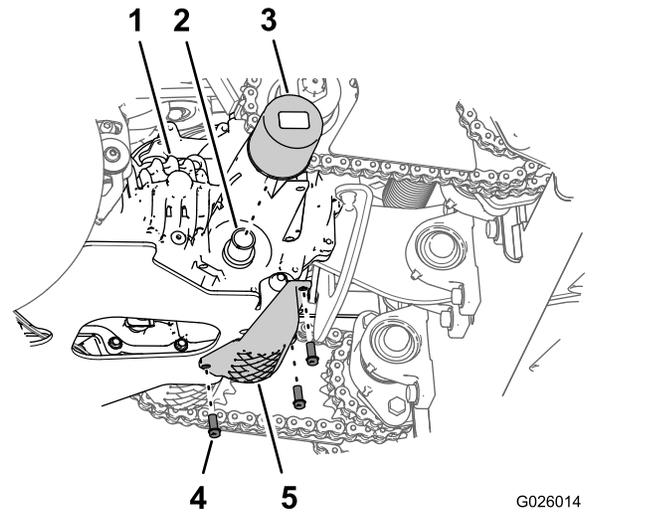

Figura 59
3. Retire los 3 pernos con arandela prensada que sujetan el protector del filtro a la transmisión y retire el protector (Figura 59).
4. Limpie la zona alrededor del filtro de la transmisión (Figura 59).
6. Gire el filtro en sentido antihorario y retire el filtro (Figura 59).
8. Para instalar el filtro, gírelo en sentido horario en el adaptador del filtro hasta que la junta entre en contacto con el adaptador, luego apriete el filtro entre 3/4 de vuelta y 1 vuelta más (Figura 59).
9. Instale el protector del filtro con los 3 pernos con arandela (1/4" x 3/4") que retiró en el paso 3 (Figura 59) y apriete los pernos a 1117-1243 N·cm (90-110 pulgadas-libra).